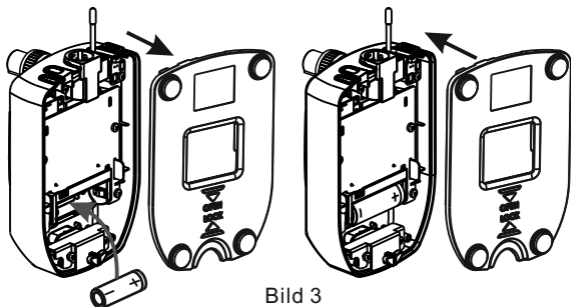

Bild 3
2. Legen Sie einen Li-Ionen Akku des Typs ICR 18500 mit der richtigen Polung in das Akku Fach ein, Bild 3.